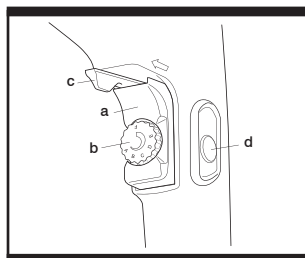

Fig. 6
Interrupteur de vitesse variable (Fig. 6)
4. DEMARRAGE ET ARRÊT (Fig. 6)